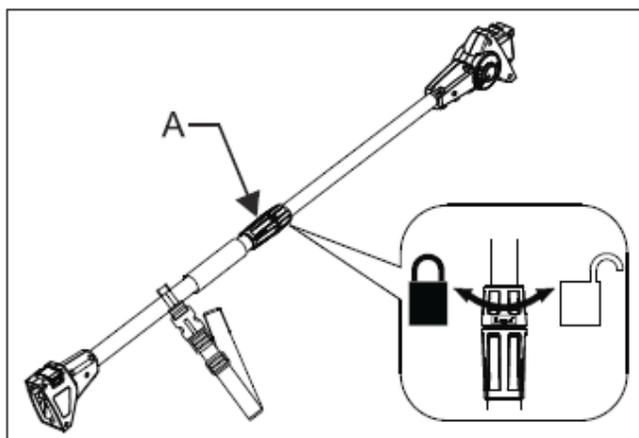

Рис. 7
1. Поверните фиксатор штанги (А) против часовой стрелки чтобы разблокировать запорный механизм (Рис.7).